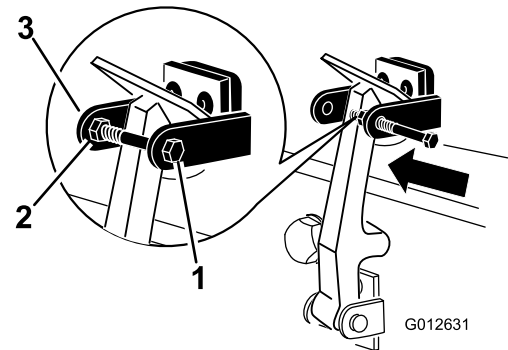

图 10
8. 将螺栓安装到机罩门锁支架的另一个臂将门锁锁定到位图 10。拧紧螺栓但不要拧紧螺母。